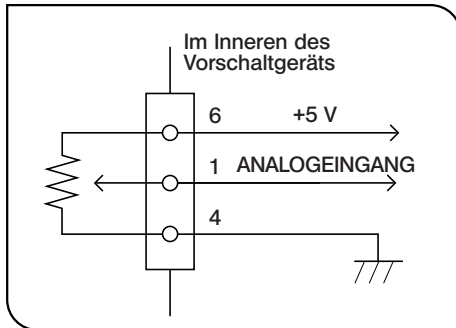

Abb. 7
3 Steuerung der Helligkeit mit externer Spannungsregelung (Abb. 7)
1. Den Spannungsregler anschließen, wie in Abb. 7 gezeigt.